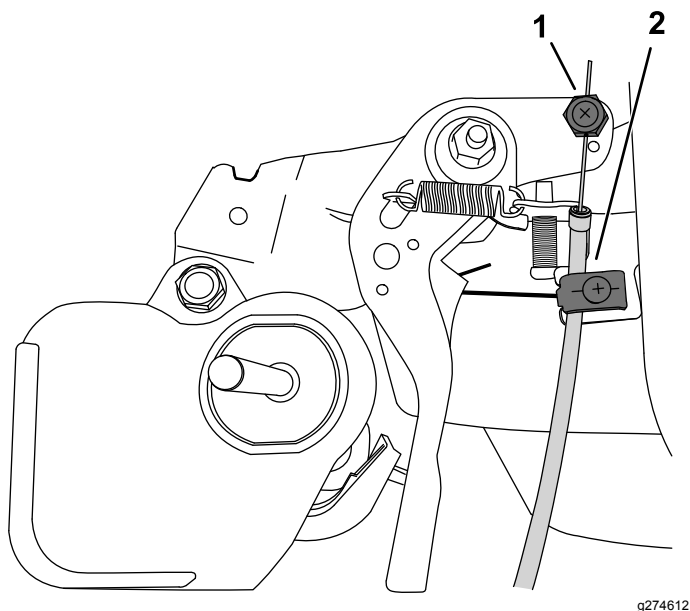

图16
9. 将油门拉索外壳的直端穿过宽夹具并让油门拉索穿过拉索夹图16。